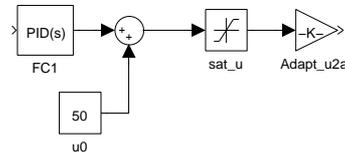
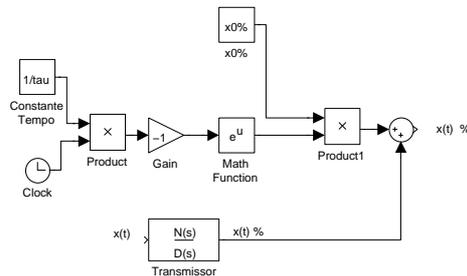

Figura 6: Implementação bloco PID com termo opcional em regime estacionário.
Figura 7: Implementação **opcional** bloco transmissor para anular .
- O sinal de saída do controlador deve estar entre 0 e 100%, saturando fora dessa faixa. A amplitude do sinal deve ser adaptada após a saturação (por exemplo, de 0 a 100% na saída do controlador para 0 a 1 de abertura da válvula). Ver Figura 6.
Se desejar, para minimizar t^* você pode somar à saída do controlador o sinal em regime permanente, como mostrado na Figura 6. Lembre-se que a saída do controlador sempre deve estar entre 0 e 100%, para isso a amplitude do sinal deve ser adaptada (por exemplo, de 0 a 100% para 0 a 1 de abertura da válvula), conforme ilustra a figura. Uma mesma compensação pode ser feita para o transmissor, conforme ilustra Figura 7, ou usando variáveis de desvio.